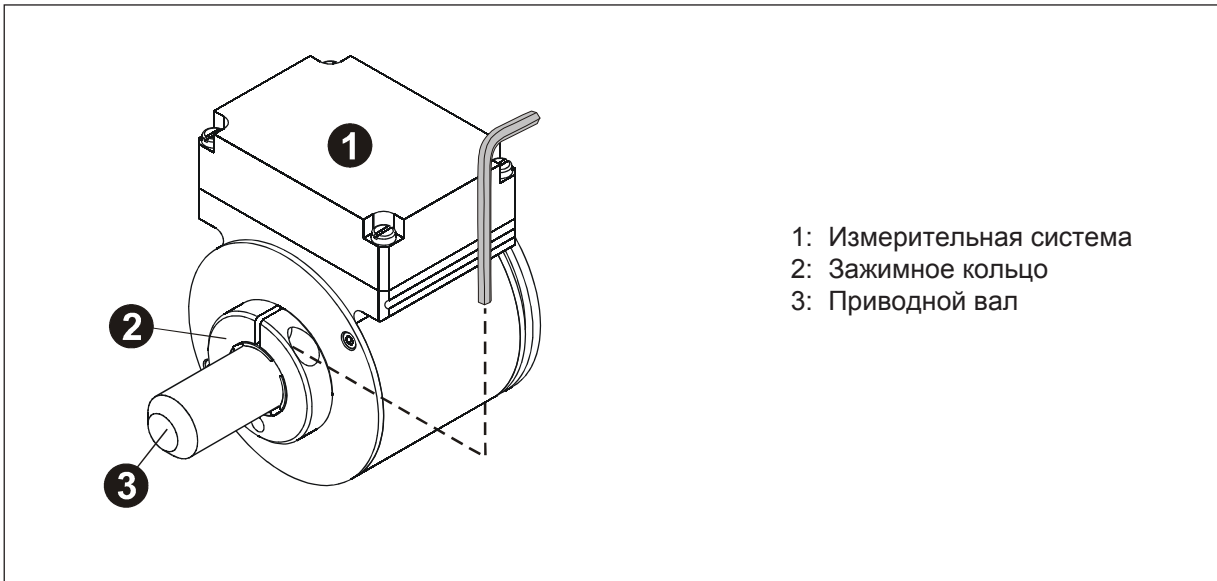

Рисунок 3: Фрикционный зажим
- Осевое скольжение измерительной системы на приводном валу должно предотвращаться путем фиксации зажимного кольца, см. рис. 3.